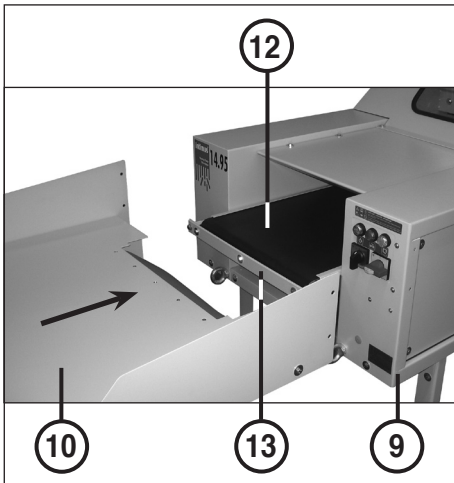

fig. 1
- 9 = Boîtier (fig. 1, 2 et 4)
- 10 = Table (fig. 1, 2, 4 et 5)
- 12 = Bande de transport (fig. 1 et 4)
- 13 = Support pour bande de transport (fig. 1)
### MONTAGE DE LA TABLE (10) (fig. 1, 2 et 3):
1. Dévisser les 3 vis qui se trouvent à chaque fois sur la face avant du boîtier (9) et du côté frontal du support pour bande de transport (13).
2. Poser la table (10) sur le support pour bande de transport (13), la faire glisser vers l'arrière jusqu'au boîtier (9) et la fixer à la face avant du boîtier et au côté frontal du support pour bande de transport à l'aide des vis dévissées précédemment (figures 1, 2 et 3).